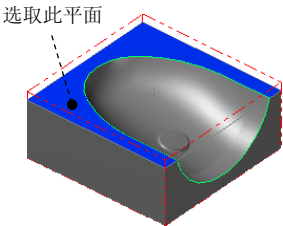

图 13.20 选取加工面
Step2. 选取加工面。在图形区中选取图 13.20 所示的面，然后按 Enter 键，系统弹出“刀具路径的曲面选取”对话框。单击  按钮，完成加工区域的设置，同时系统弹出“曲面精加工平行铣削”对话框。